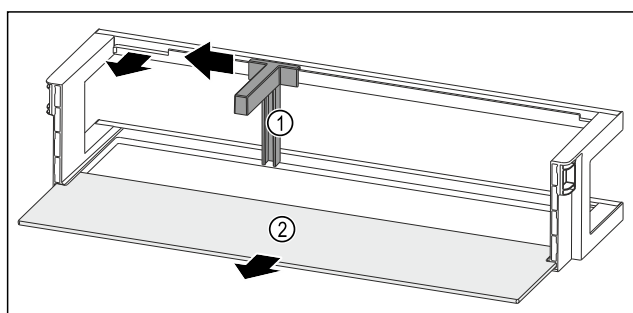

Fig. 163 Balconnet de contre-porte avec range-bouteilles et tablette de rangement
- Pousser le range-bouteilles Fig. 163 (1) sur le côté jusqu'à l'évidement.
- Retirer le range-bouteilles Fig. 163 (1).
- Retirer la tablette de rangement Fig. 163 (2).